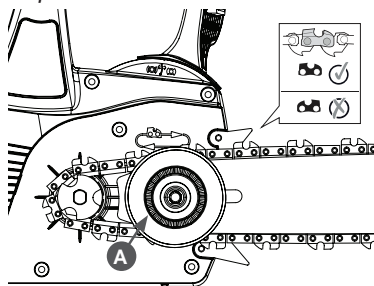

Рис. 3 Установка шины
4. Возьмите шину. Вращая колесо А накладку шины (Рис. 3) против часовой стрелки переместите его в самое переднее положение на шине. Установите ведущие звенья пильной цепи в пазы шины.